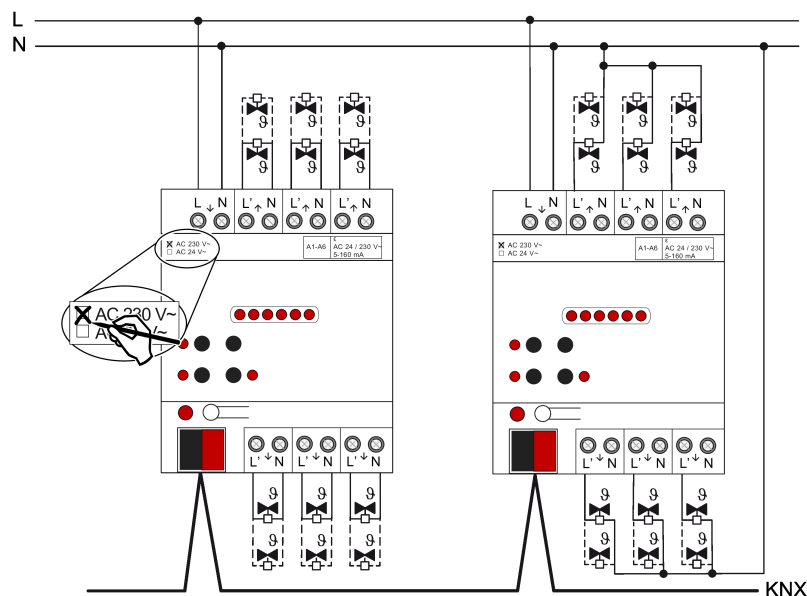

Bild 3: Anslutning för ställmotorer AC 230 V (anslutningsexempel)
- Anslut ställmotorer typ AC 230 V enligt anslutningsschemat (se bild 3). Ställmotorernas neutralledare kan antingen anslutas direkt till N-anslutningsplintarna på värmeställdonets utgångar (anslutningsexempel till vänster) eller al-